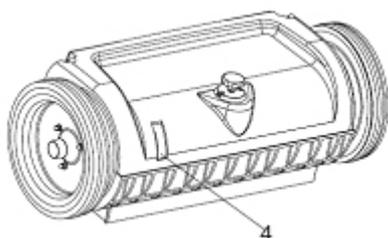

Fig. 9
3.4 Indicateur de pression de la brosse centrale (4 en Fig. 9)